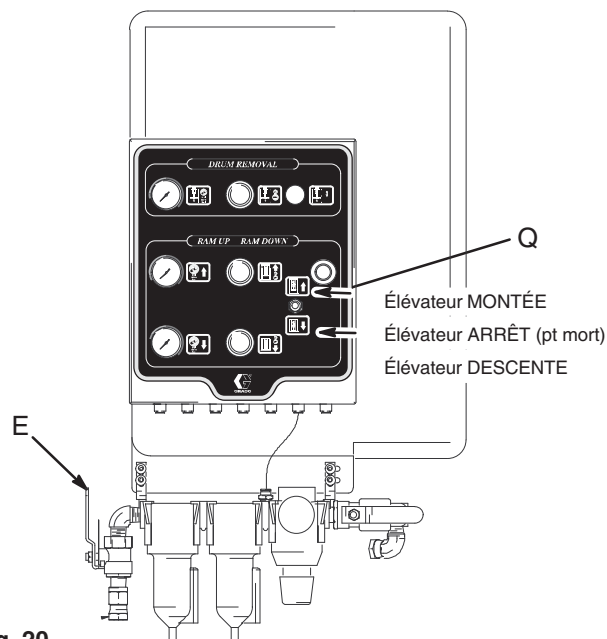

Fig. 20
2. À l'aide du levier de la vanne manuelle de l'élévateur située sur la régulation d'air [(Q) de la Fig. 20], faire DESCENDRE l'élévateur.
6. Fermer la vanne d'air principale (E) (Fig. 20).